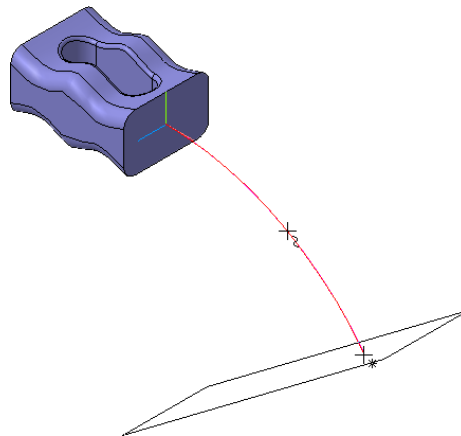

Рисунок 35
- В качестве вершины, через которую должна пройти перпендикулярная плоскость, укажите конечную точку дуги (рис. 35).